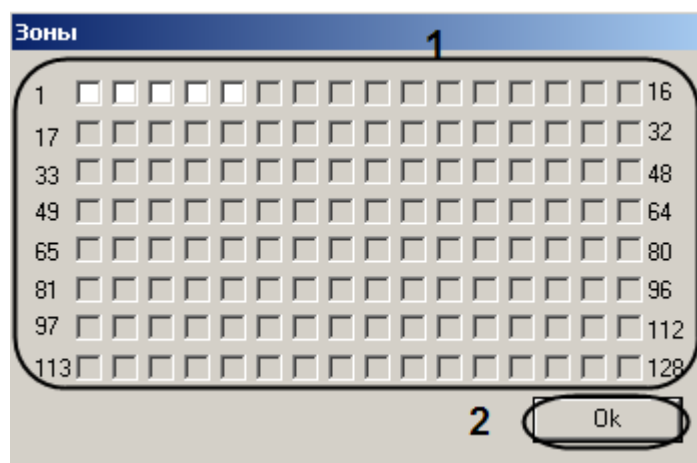

Рис. 3.6—9. Окно выбора зон
- 7.2 В открывшемся окне **Зоны** установить флажки в соответствии с требуемыми объектами **Зона охраны** (Рис. 3.6—9, 1).
7.3 Нажать на кнопку **ОК** (Рис. 3.6—9, 2).